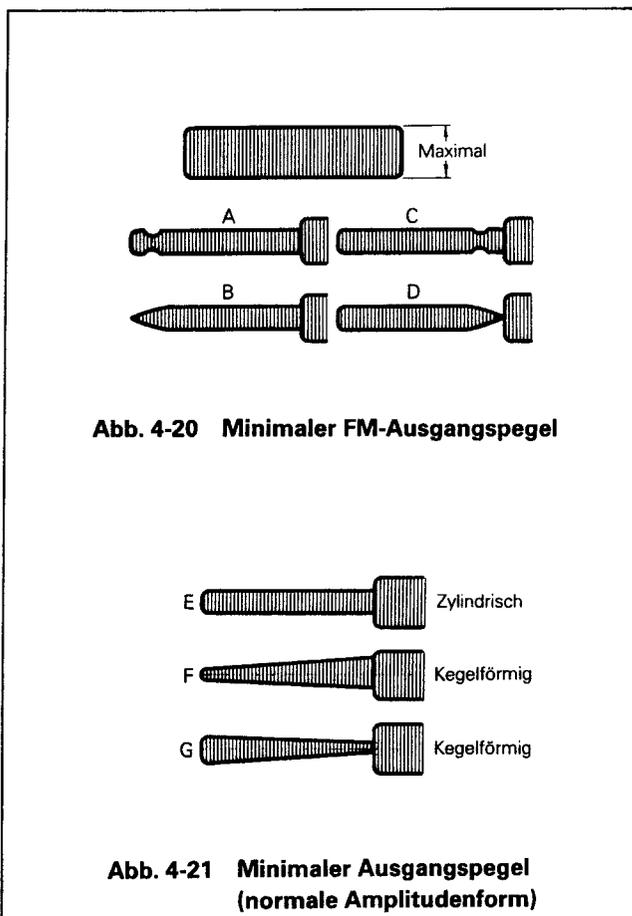
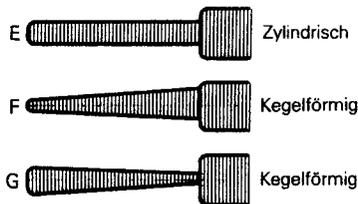

Abb. 4-20 Minimaler FM-Ausgangspegel
Abb. 4-21 Minimaler Ausgangspegel (normale Amplitudenform)
4. Ergibt sich eine FM-Amplitude ähnlich der von (A) oder (B) in Abb. 4-20, so muß die Höhe der Abspulführungsrolle so verändert werden, daß sich eine Amplitude entsprechend (E), (F) oder (G) in Abb. 4-21 ergibt.
5. Ergeben sich FM-Amplitudenformen entsprechend (C) oder (D) in Abb. 4-20, so ist die Höhe der Abspulführungsrollen so einzustellen, daß sich Amplituden entsprechend (E), (F) oder (G) in Abb. 4-21 ergeben. Wenn die Amplitude schwankt, so ist sie auf kleinste Schwankung einzustellen.